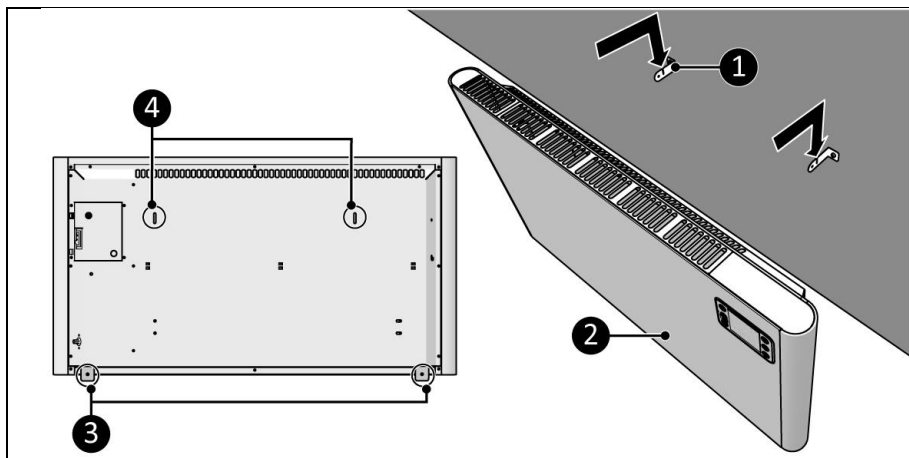

Figure 12
9. Placez les trous des supports (Figure 12, pos. 4) sur les supports muraux (Figure 12, pos. 1).
10. Laissez l'appareil (Figure 12, pos. 2) tomber dans les ouvertures des supports muraux (Figure 12, pos. 1).
11. Utilisez les supports de l'appareil (Figure 12, pos. 3) pour marquer la position du trou inférieur sur le mur.
12. Retirez l'appareil des supports muraux (Figure 12, pos. 1).
14. Remplacez l'appareil (Figure 12, pos. 2) sur les supports muraux (Figure 12, pos. 1).